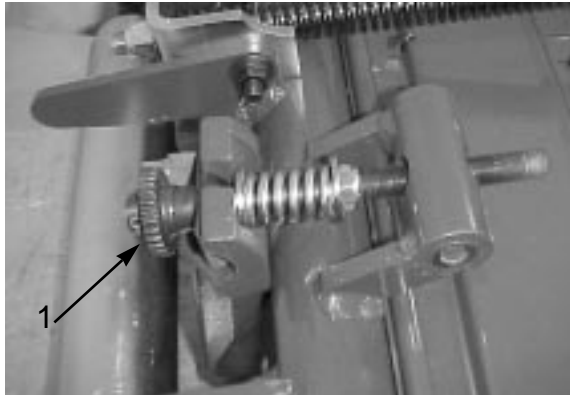

図 16
1. 下刃調整ノブ（SPA ノブ；図16）を左に回してリールと下刃の接触をなくす。